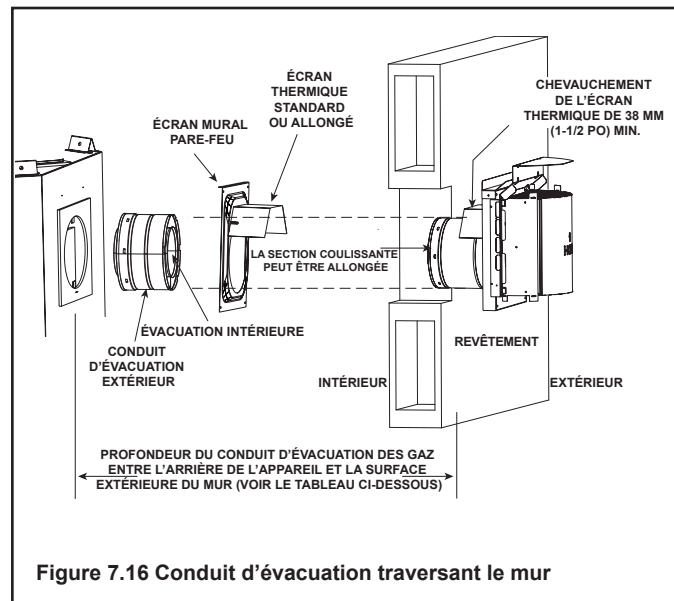

Figure 7.16 Conduit d'évacuation traversant le mur
- **NE PAS** enlever les écrans thermiques fixés à l'écran mural pare-feu et au chapeau de l'extrémité horizontale (présenté à la figure 7.16).
L'écran thermique est en deux parties. L'une des parties a été fixée à l'écran mural pare-feu lors de la fabrication. L'autre partie a été fixée au chapeau de l'extrémité lors de la fabrication. Voir la figure 7.16.